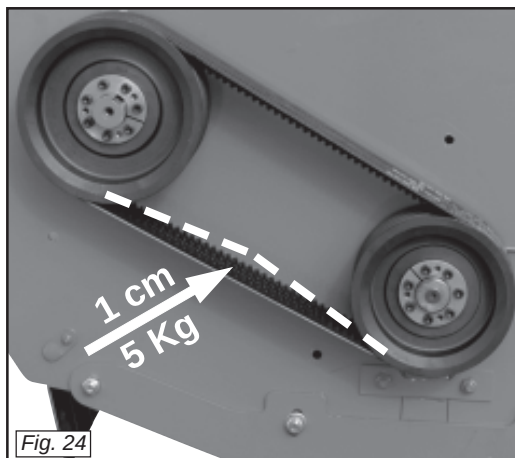
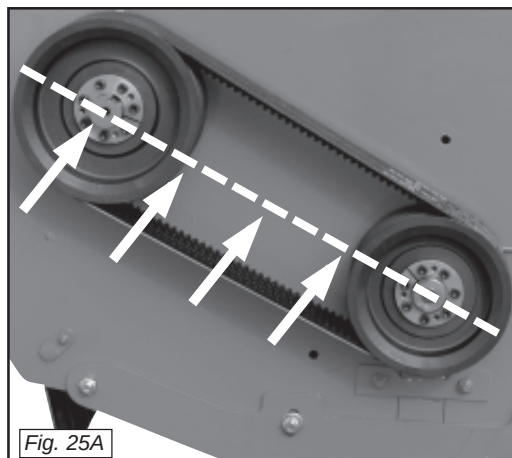
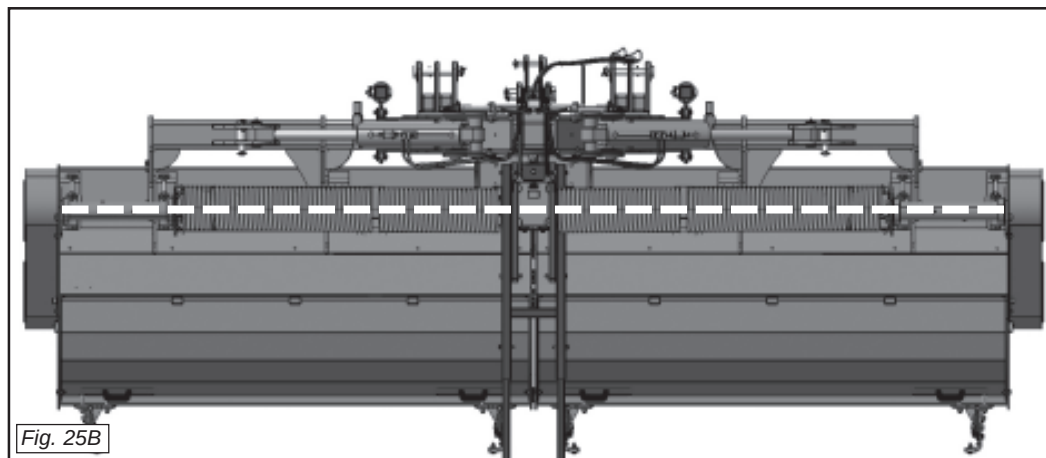

Fig. 24
Fig. 25A
Fig. 25B
- A cinghie tensionate (Fig. 24) control
- Check the pulley alignment (Fig. 25A) and the spacers alignment (Fig.25B) once the belts have been tightened. (Fig. 24)
- Une fois les courroies tendues (Fig. 24), contrôler l'alignement des poulies
- Wenn die Riemen richtig gespannt sind (Abb. 24), prüfen, daß die Riemenscheiben (Abb.25A) und die Distanztuecken (Abb.25B) gut
- Con las correas tensas (Fig. 24), controlar la alineación de las poleas (Fig. 25A) y de los distanciadores (Fig.25B).
- lare l'allineamento delle pulegge (Fig.25A) e delle prolunghe (Fig.25B)
Mettendo in tensione le cinghie si raccomanda di fare massima attenzione alle planarità delle pulegge. Premere sulla cinghia, nella zona centrale fra le due pulegge, con una forza di 5 Kg, la forza deve provocare una deformazione sulla singola cinghia di 1 cm (Fig. 24). È consigliabile a tal proposito, munirsi di una riga metallica di lunghezza adeguata, e appoggiandola sui bordi delle due pulegge (vedere linea tratteggiata Fig. 25A), la stessa deve toccare tutti e quattro i bordi delle pulegge stesse.
Press on the middle part of the belt between the two pulleys with a 5 Kg force. Each belt should give 1 cm (Fig. 24). In this respect we recommend placing an adequately long metallic ruler on the edges of the two pulleys (see broken line Fig. 25).
- (Fig. 25A) et des entretoises (Fig.25B);
En tendant les courroies, il est recommandé de faire très attention à la planéité des poulies. Appuyer sur la courroie, dans la zone centrale entre les deux poulies, en exerçant une force de 5 kg. La force exercée doit provoquer une déformation sur la courroie concernée de 1 cm (Fig. 24). A ce sujet, il est conseillé de se munir d'une règle en métal ayant une longueur appropriée. En la posant sur les bords des deux poulies (voir ligne en pointillé Fig. 25), cette règle doit toucher les quatre bords des poulies.
Beim Spannen der Antriebsriemen ist besonders auf die Planarität der Riemenscheiben zu achten. Im mittleren Abschnitt zwischen den beiden Riemenscheiben mit einer Kraft von 5 kg auf den Riemen drücken. Der einzelnen Riemen muß sich um 1 cm eindrücken lassen (Abb. 24). Es empfiehlt sich daher, einen Metallstab von geeigneter Länge auf die Ränder der beiden Scheiben aufzulegen (siehe Strichlinie Abb. 25), wobei dieser den Umfang der Scheiben an jeweils zwei Punkten berühren muß.
La fuerza debe provocar una deformación de 1 cm (Fig. 24) en cada correa. Para tal fin, es aconsejable utilizar una regla metálica con una longitud adecuada y apoyarla sobre los bordes de las dos poleas (véase línea punteada Fig. 25), la misma tiene que tocar los cuatro bordes de las poleas.